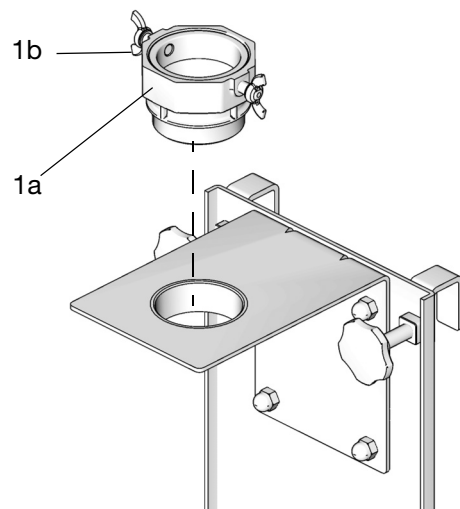
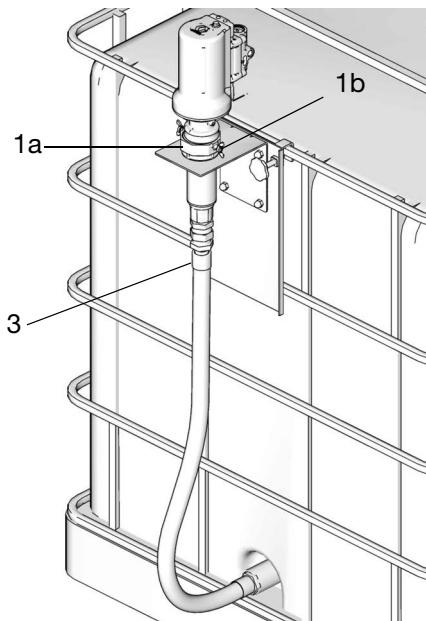

FIG. 13
FIG. 14
3. Enrosque el adaptador de tapón de la bomba (1a) en el agujero del conjunto del soporte de la bomba. Apriete firmemente con la mano (FIG. 13).
4. Inserte la bomba (1) por el adaptador de tapón (1a) (FIG. 14). Fije la bomba en posición apretando los tornillos de la junta (1b) (FIG. 13 y FIG. 14).